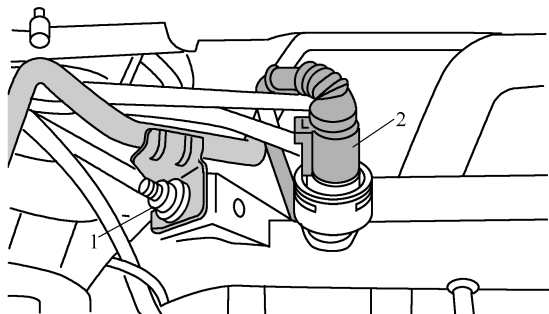

图 9-2-26 断开冷却液温度传感器 G62 上的电气插接器
(4) 如图 9-2-26 所示，断开冷却液温度传感器 G62 上的电气插接器 2。